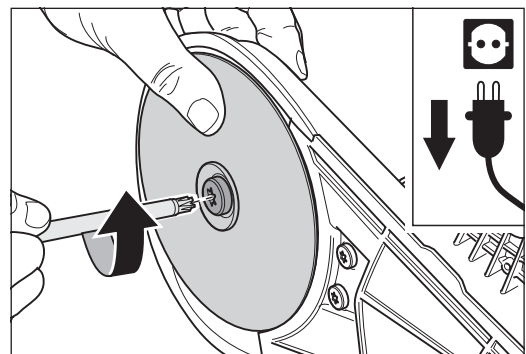

Abb. 16 Die Schraube mit dem Universalschlüssel herausdrehen.
- 3 Drehen Sie mit dem Universalschlüssel die Schraube aus dem Schleifteller heraus (Abb. 16).